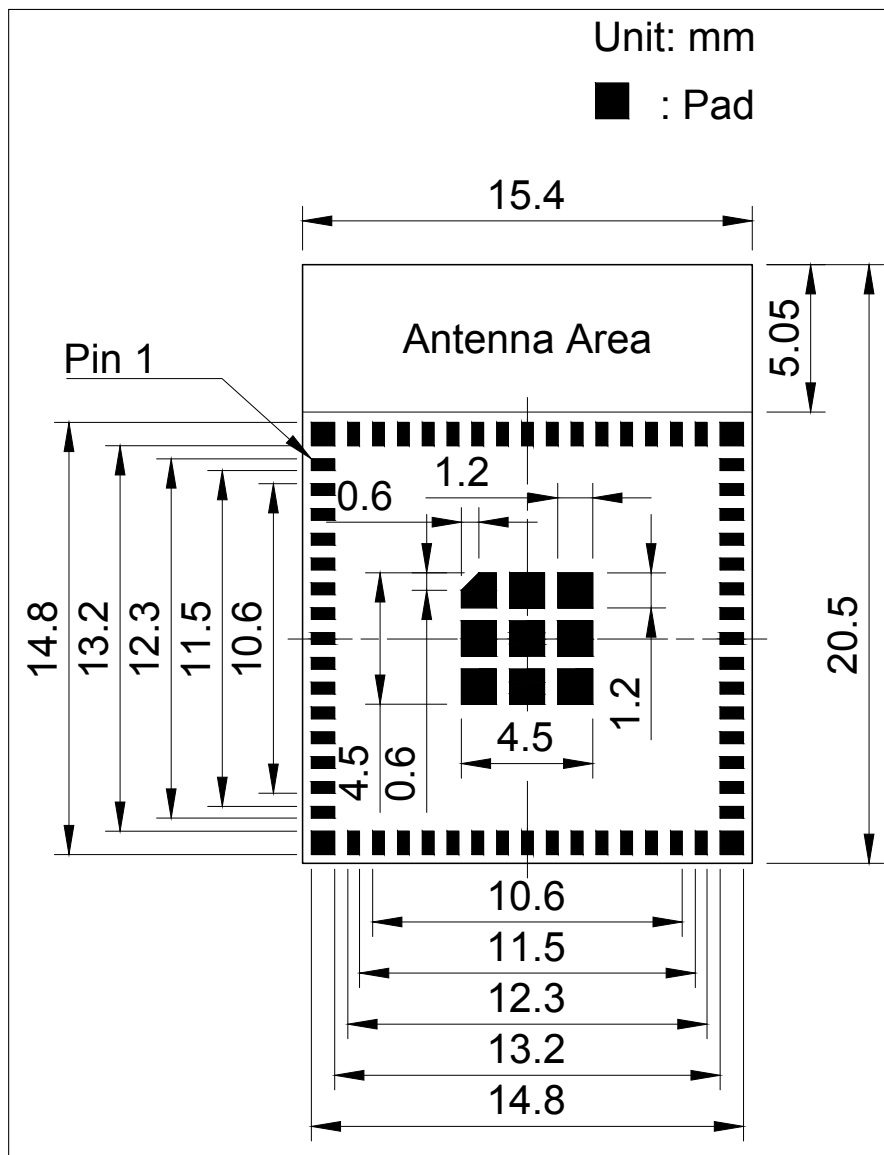
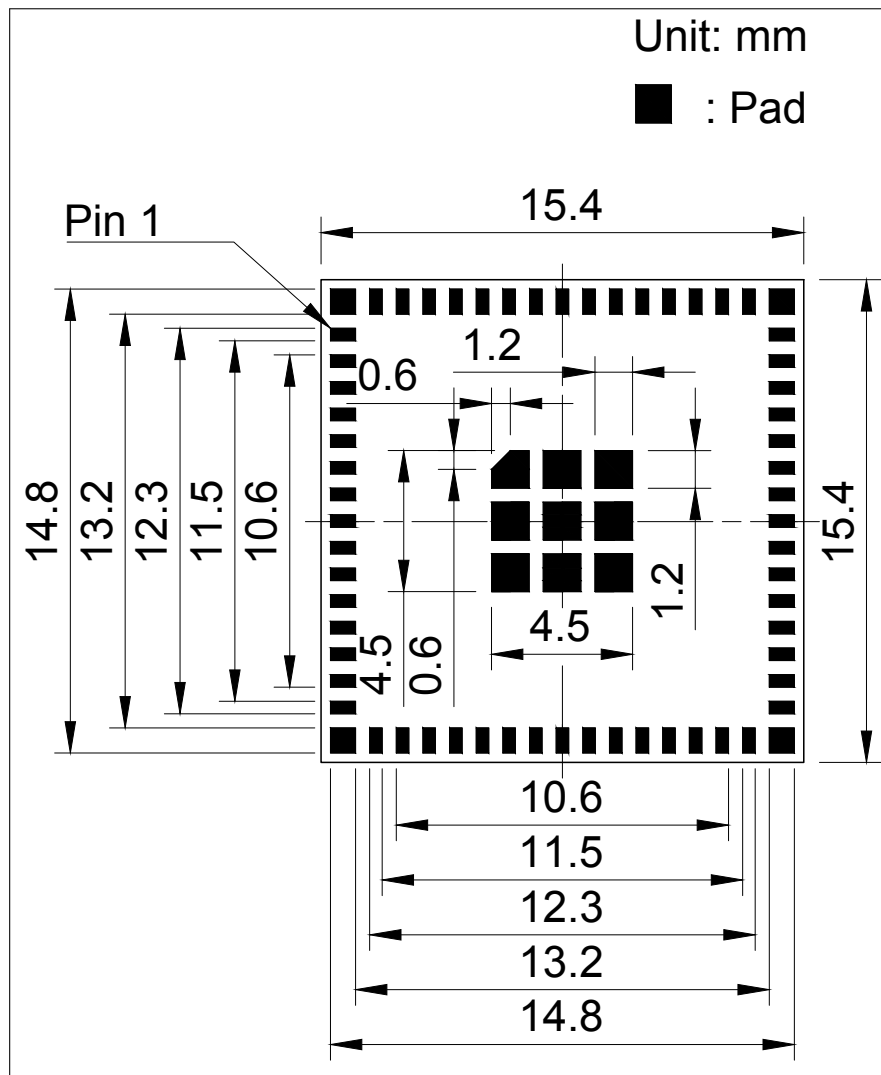

图 10: ESP32-S3-MINI-1 推荐 PCB 封装图
图 11: ESP32-S3-MINI-1U 推荐 PCB 封装图
- 推荐 PCB 封装图，标有 PCB 设计所需的全部尺寸。详见图 10 *ESP32-S3-MINI-1 推荐 PCB 封装图* 和图 11 *ESP32-S3-MINI-1U 推荐 PCB 封装图*。
- 推荐 PCB 封装图的源文件，用于测量图 10 和 11 中未标注的尺寸。您可用 Autodesk Viewer 查看 ESP32-S3-MINI-1 和 ESP32-S3-MINI-1U 的封装图源文件。